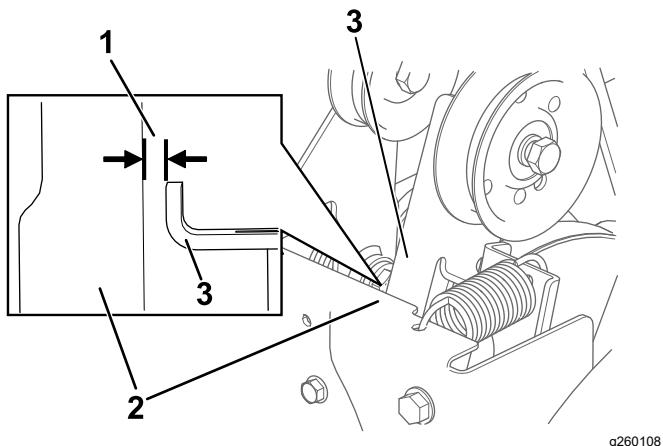

Рисунок 31
- При отпущенном рычаге шнека/крыльчатки убедитесь, что зазор между рычагом муфты шнека и рамой машины составляет 1,5 мм как показано на (Рисунок 31).